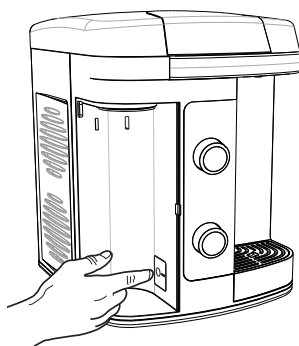

Fig. 13
- Pressionar RESET (Fig. 13) por 5 segundos, até que a luz LED (trocar refil) que estará piscando na cor vermelha, passe a ficar na cor azul. Esta operação deve ser feita a cada troca de Refil.